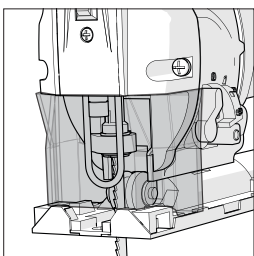

Fig 9
- Det främre skyddet (**Fig. 9**) kläms fast över maskinens framsida, under laserguiden och framför bladskyddet i stål.